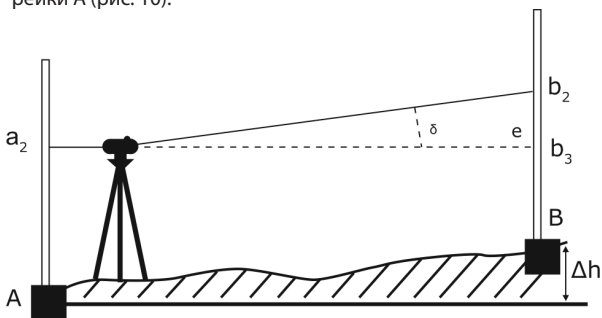

Рис. 10
- Переместите прибор и установите его на расстоянии 1-2 м от рейки А (рис. 10).